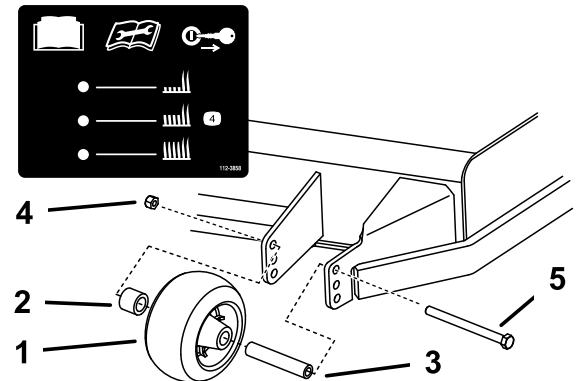

Figura 30
3. Regolate i rulli antistrappo come illustrato nella Figura 30.